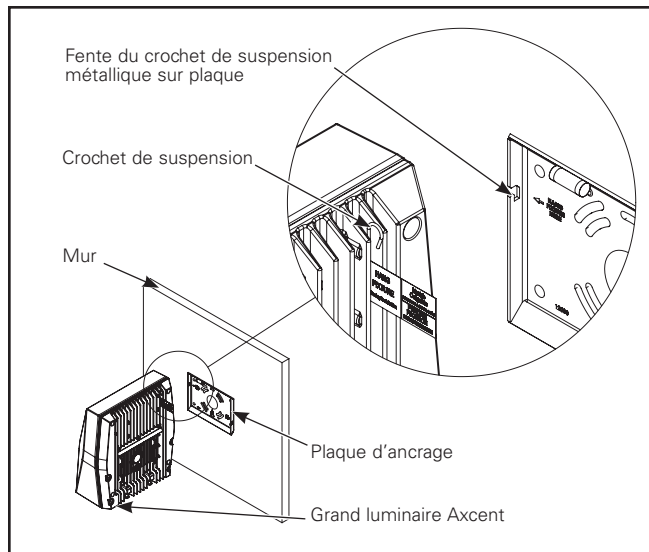

Figure 4.
3. Suspendez le luminaire à la plaque d'ancrage en utilisant le crochet de suspension métallique situé derrière le luminaire (Figure 4). Repérez le crochet de suspension métallique en cherchant l'étiquette à drapeau rouge.